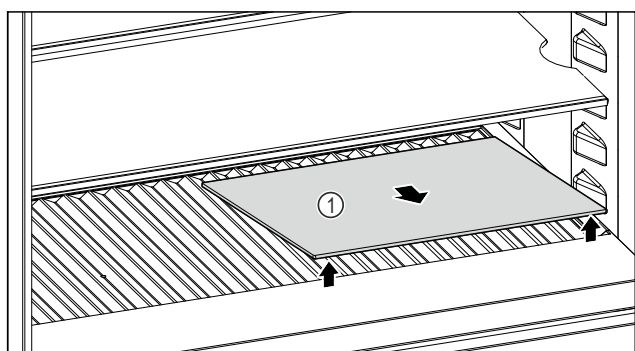

Fig. 206
- Sollevare il ripiano di vetro Fig. 206 (1) dall'incavo anteriore e rimuoverlo.
- Conservare il ripiano di vetro Fig. 206 (1) fuori dall'apparecchio in un luogo sicuro.